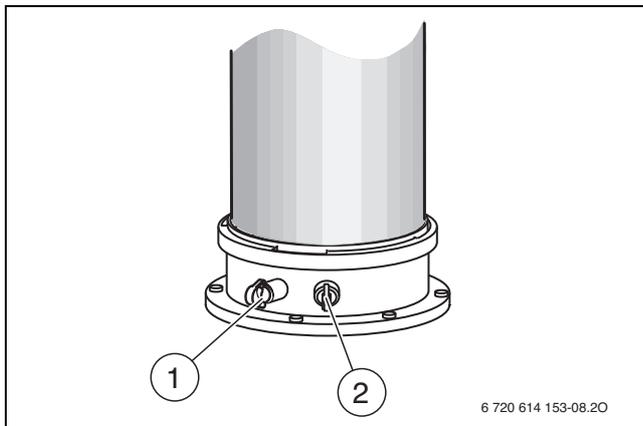

Рис. 49 Измерительный штуцер отработавших газов и патрубок для замера параметров воздуха для горения
- ▶ Снимите заглушку с патрубка для замера параметров воздуха для горения (→ рис. 49, [2]).
- ▶ Снимите заглушку с измерительного штуцера отработавших газов (→ рис. 49, [1]).